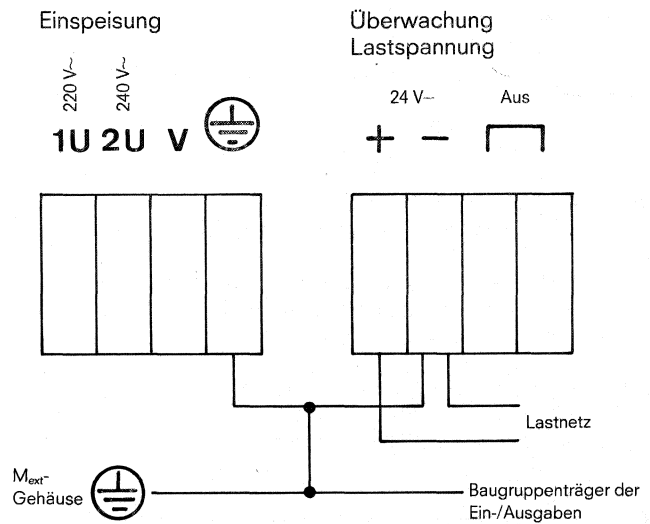

Bild 11 Netzanschlussschleifen der Stromversorgung
- M-Verbindung vom Lastnetzgerät zur M_{ext} -Klemme über kurze, kräftige Verbindungen führen (siehe Bild 11).